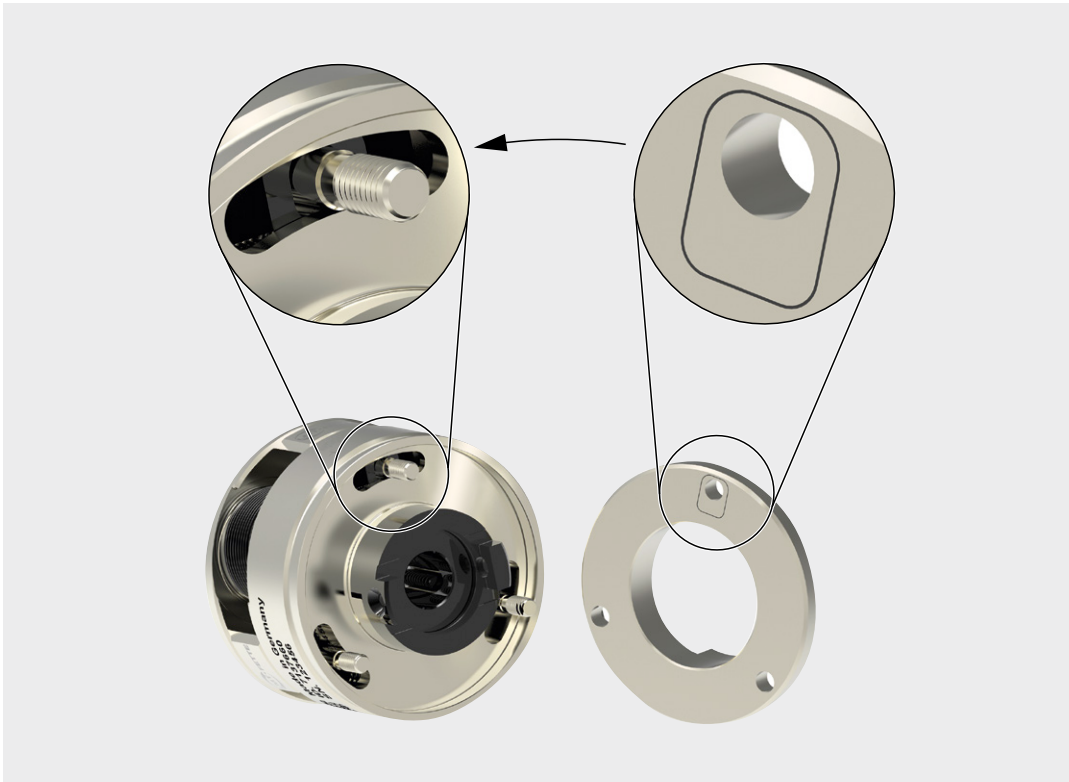

Abb. 26: Einbau mitgelieferter Späneschutz mit dem integrierten Anschlag
7. Setzen Sie den mitgelieferten Späneschutz mit dem integrierten Anschlag auf den *Rollkopf*. Bitte beachten Sie die Markierungen auf dem Späneschutz. Die planare Fläche enthält an einer Bohrung die Kontur des Kulissensteins. Setzen Sie den Späneschutz mit der markierten Bohrung – mit der planaren Fläche voraus – auf den Distanzbolzen mit dem Kulissenstein auf (siehe Abb. 26).